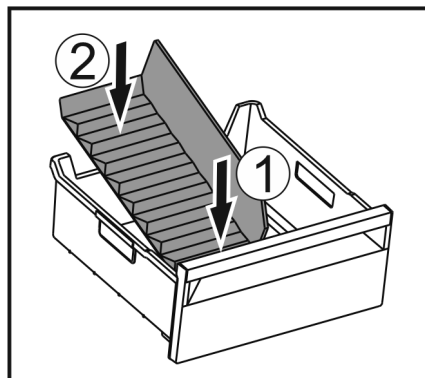

Fig. 152
- Vložte přední část přepážky přihrádky na led. Fig. 152 (1)
- Zadní část přepážky přihrádky na led spusťte až na dno zásuvky. Fig. 152 (2)